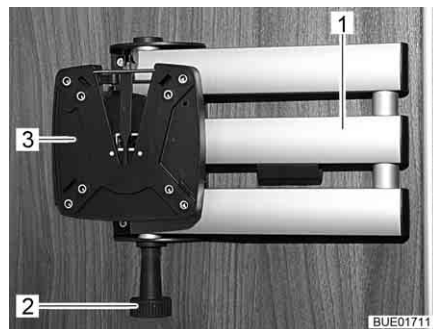

Fig. 71 Soporte con brazo articulado
- Tirar del botón de desbloqueo (Fig. 71,2). El brazo articulado (Fig. 71,1) estará desbloqueado.
- Girar la pantalla plana de regreso a la posición inicial hasta que se oiga engatillar el soporte (Fig. 71,3) en el bloqueo.